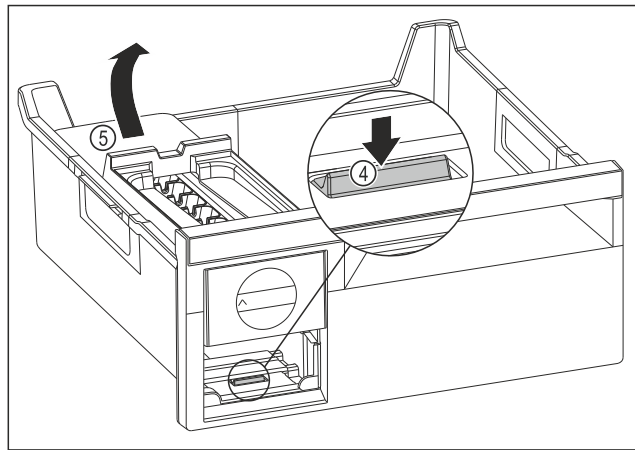

Fig. 74
- ▶ Scoaterea corpului EasyTwist-Ice: Apăsăți eclisa Fig. 74 (4) cu degetele în jos și concomitent cu cealaltă mână ridicați corpul EasyTwist-Ice Fig. 74 (5) din spate.